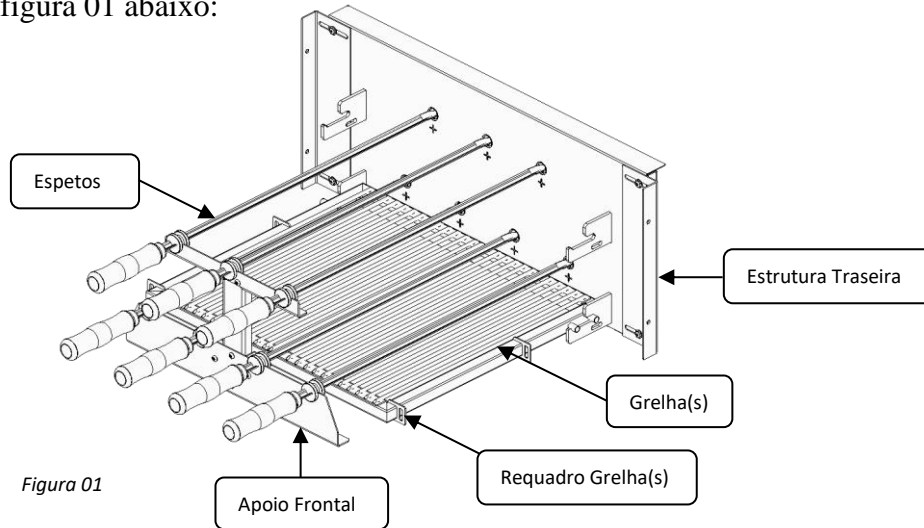

Figura 01
1. Sua Churrasqueira Rotativa SB é composta de Espetos, Apoio Frontal, Requadro Grelha(s) e Estrutura Traseira, identificadas na figura 01 abaixo: